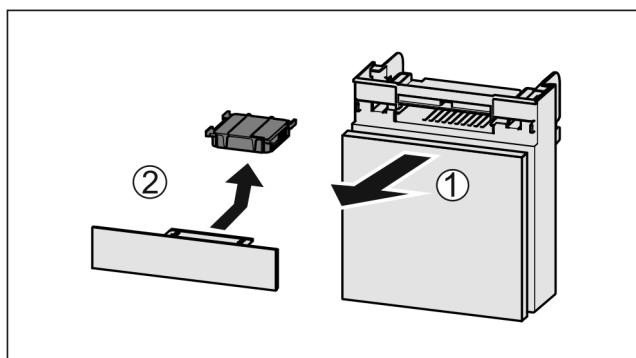

Fig. 56
- ▶ Издърпайте Fig. 56 (1) напред отделението.
- ▶ Извадете Fig. 56 (2) филтърта с активен въглен.